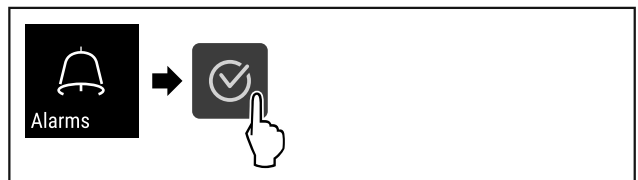

Fig. 135
- ▶ Følg anvisningene (se Fig. 135).